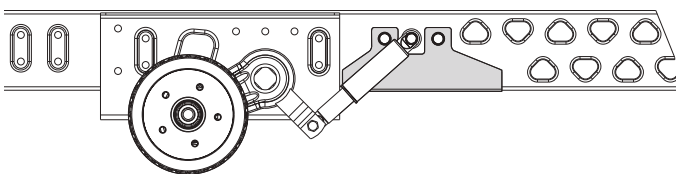

Abb. 14
- Geeignet für Wohnwagen bis 1500 kg mit Knaus Tabbert / Dyonic Chassis AB3 mit einer Rahmenstärke von weniger als 2,8 mm (Abb. 14).